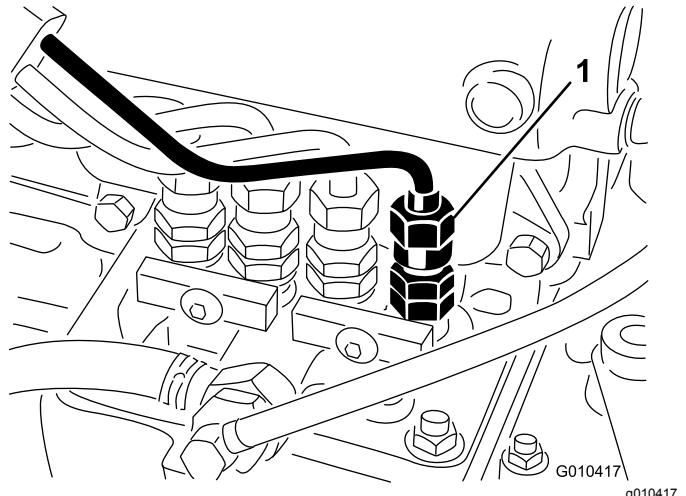

図 35
1. 燃料噴射ポンプの No.1インジェクタノズル図 35へのパイプ接続部をゆるめる。